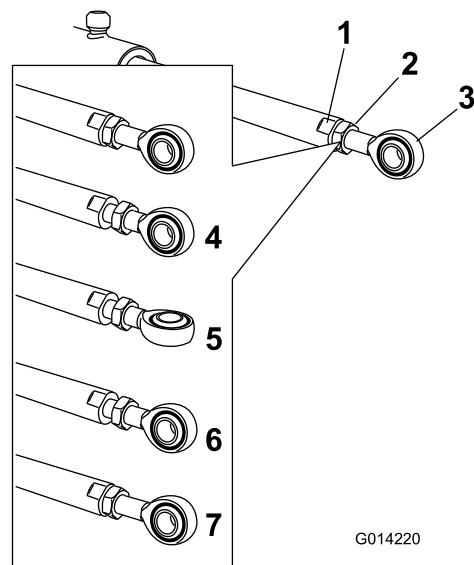

Рисунок 35
5. С помощью ключа, накинутого на плоские грани штока привода, удерживайте его неподвижно, затем ослабьте контргайку, чтобы можно было перемещать шток с проушиной (Рисунок 35).
6. Поверните шток с проушиной в штоке привода, чтобы сократить или удлинить привод для установки в требуемое положение (Рисунок 35).